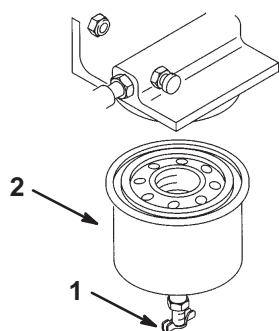

Bild 30
4. Öffnen Sie das Abflussventil (Bild 30) und lassen Sie den Kraftstoff aus dem Kraftstofffilter in einen geeigneten Behälter ablaufen; entsorgen Sie ihn vorschriftsmäßig.
5. Entfernen Sie den Kraftstofffilter mit einem Filter-Schraubenschlüssel (Bild 30).